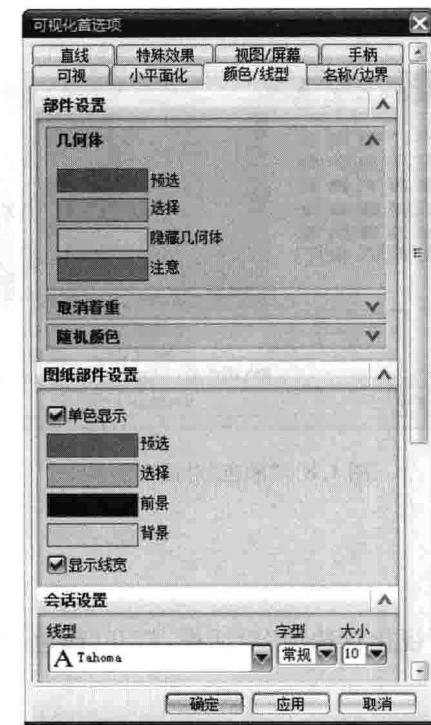

图 1.9 “可视化首选项”对话框
(1) 选择“首选项” | “可视化”命令，弹出“可视化首选项”对话框，打开“颜色/线型”选项卡，如图 1.9 所示。
(2) 分别单击“预选”、“选择”、“隐藏几何体”、“注意”对应的颜色框，弹出“颜色”对话框，单击拟更改的颜色，两次单击“确定”按钮完成修改。
(3) 将鼠标移进模型，模型上光标所指之处变成设定的“预选”颜色。单击实体上任意一个几何要素，该要素由“预选”的颜色变成“选择”的颜色。